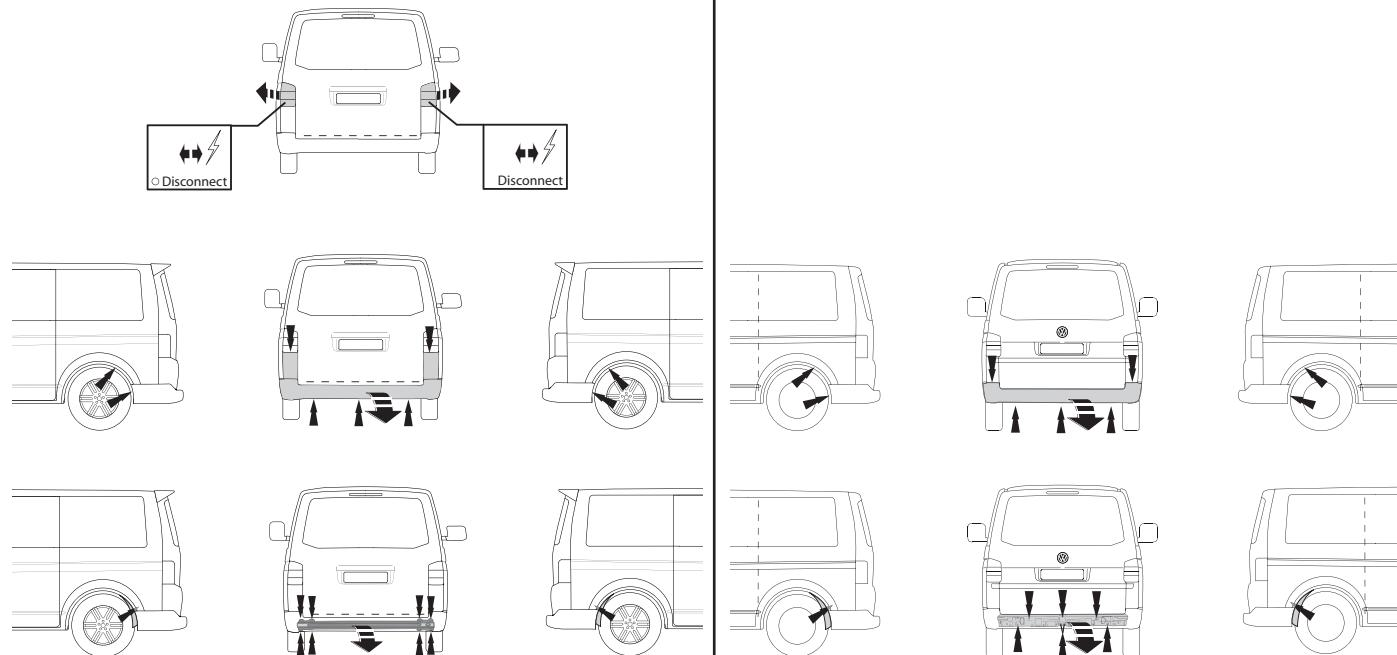

Fig.3
1. Снять оба блока задних фар. (на рис. 3)
2. Снять бампер вместе со стальным буферным бруском автомобиля; буферный брус больше не понадобится. Поставить болты на место. (на рис. 3)
1. Снять бампер. (на рис. 3, 3a)
2. Снять арматуру бампера. (на рис. 3, 3a)